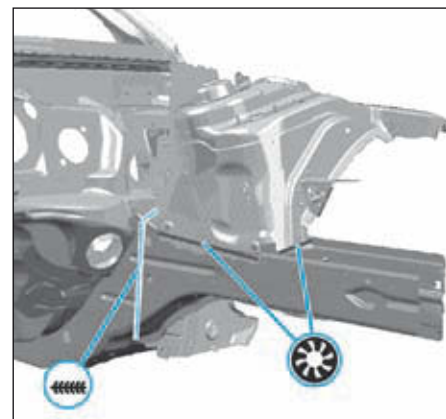
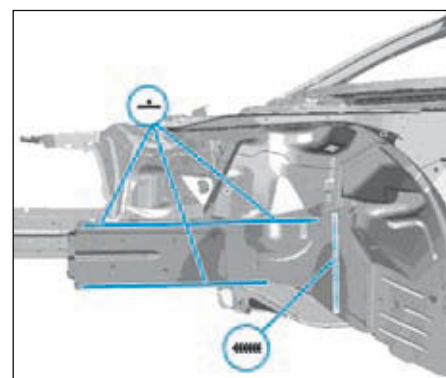

FIG.6
FIG.7
- Ajuster et souder comme illustré : - l'élément neuf (Fig.6) et (Fig.7),